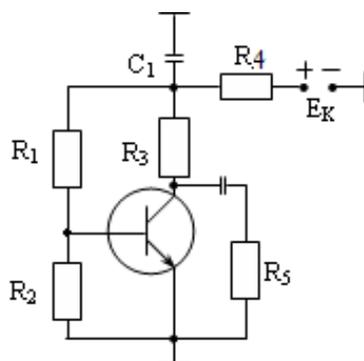

Рис. 5
3. Построить нагрузочную прямую переменного тока (рис.5, табл.2.3).